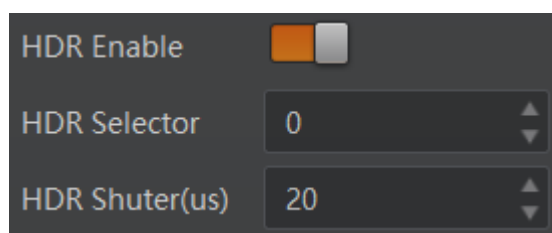

图7-15 HDR 设置
2. 选择 *HDR Selector*，调整对应 *HDR Shutter* 参数的数值，分别对每一组参数进行设置，如图 7-15 所示。